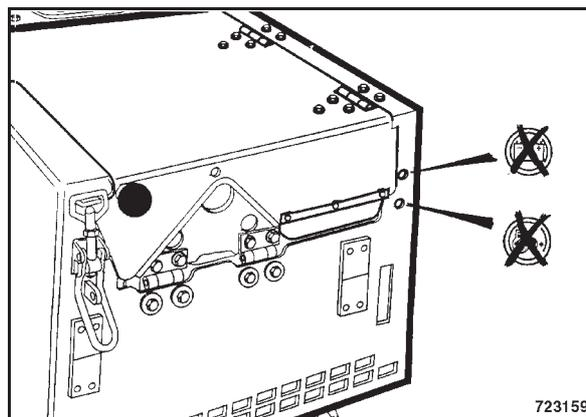

Bild 38
- Sobald der Motor läuft, müssen Ladekontrollleuchte und Öldruckwarnleuchte erlöschen (Bild 38).